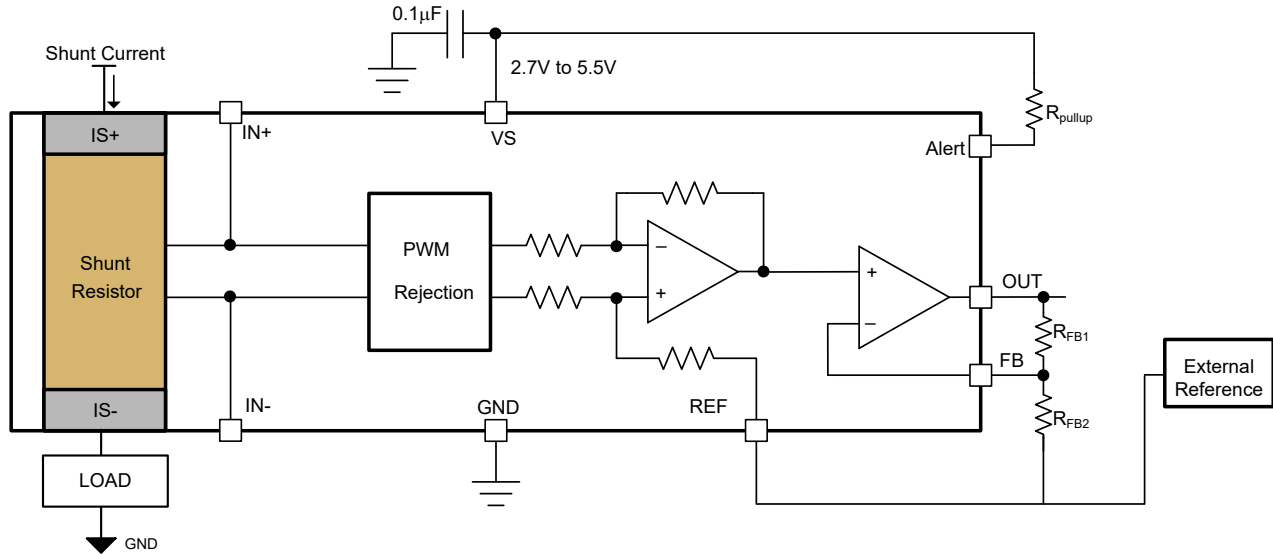

图 6-8. 通过外部电阻分压器实现的可调增益设置
INA750x-Q1 支持通过两个外部电阻网络进行增益调整。默认增益为 40mV/A，借助增加的外部可调增益电阻器网络，总增益 (G) 最高可达 800mV/A。图 6-8 显示了配置用于增加外部增益的两个外部电阻器 R_{FB1} 和 R_{FB2} 。方程式 2 可用于计算外部可调增益，方程式 3 显示了具有外部可调增益的系统的总增益。REF 引脚和电阻 R_{FB2} 的一端根据 OUT 引脚上所需的电压连接到外部基准，如使用基准引脚调整输出 中所述。